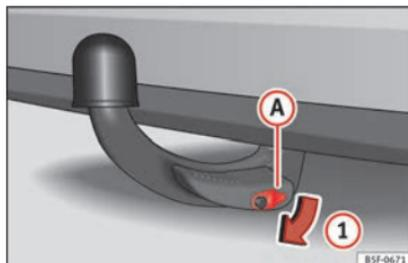

Fig. 233 Retirer le cache de la serrure
- Retirez le cache **(A)** de la serrure dans le sens de la flèche **(1)** » » fig. 233.